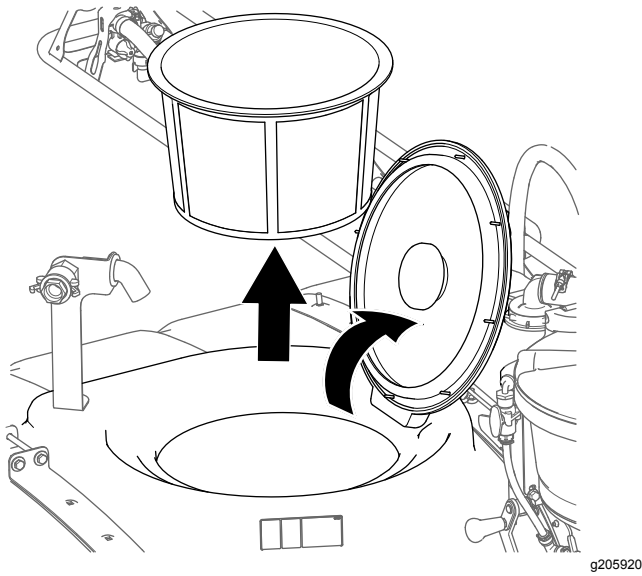

Figura 14
1. Abra a tampa do depósito de pulverização e retire o cesto do filtro (Figura 14).